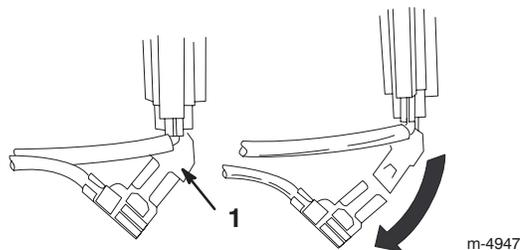

Bild 25
6. Klemmen Sie den grünen Erdungsdrahtclip unter dem Gashebel ab (Bild 25)